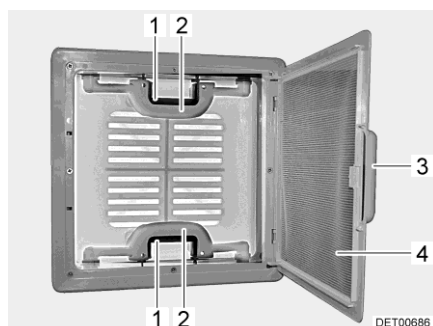

Bild 21 Taklucka med snäpplås
- Drag i handtaget (Bild 21,3).
- Fäll ned insektsskyddet (Bild 21,4).
- Tryck snäpplåset (Bild 21,1) mot takluckans insida. Tryck samtidigt takluckan uppåt med handtaget (Bild 21,2).
- Fäll upp insektsskyddet (Bild 21,4) så att det hakar i.
- Drag kraftigt ner takluckan med hjälp av båda handtagen (Bild 21,2) så långt, att snäpplåsen (Bild 21,1) går i lås.